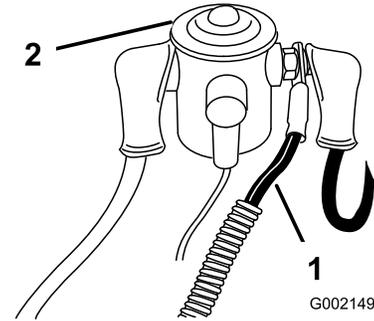

Figura 6
- Conecte el cable de alimentación rojo al lado izquierdo del solenoide, (Figura 6), situado debajo del asiento.